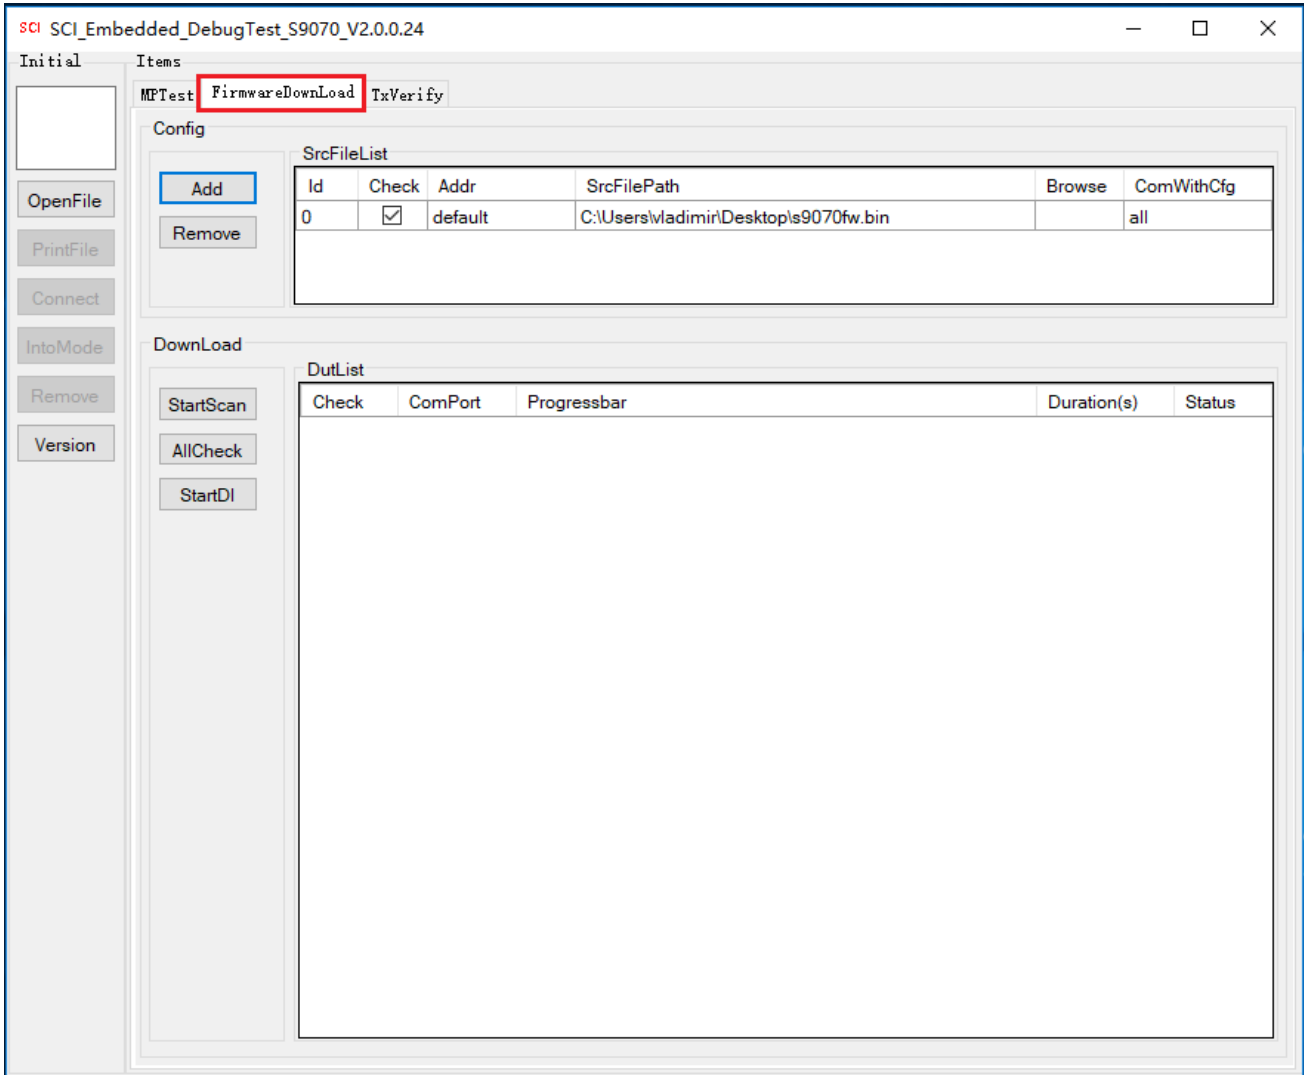

图 4-2
1、双击打开烧录工具，右框 Items 中选择 FirmwareDownload，如下图 4-2；